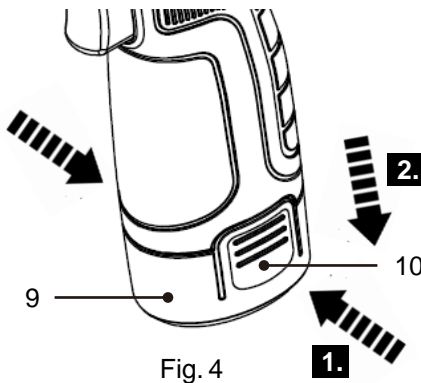

Fig. 4
- > Bloquee el interruptor de encendido/apagado (7) para evitar un arranque accidental colocando el selector de giro avance/retroceso (6) en la posición central (ver la sección "Funciones del producto – selector de giro avance/retroceso").
- > Presione el botón de desbloqueo (10) y extraiga el bloque de batería (9) del producto (Fig. 4).